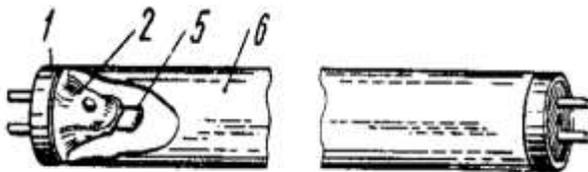

Рис.2
2. Укажите названия элементов люминесцентной лампы, обозначенные цифрами (рис.2).